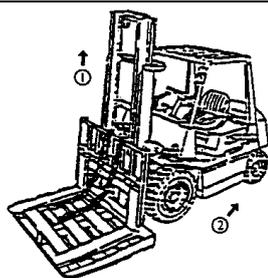

рисунок 8-8
- (1) Установите поддон вилы в поддон, поставьте его на ровной площадке.
- (2) Положите поддон на землю, а вилы поверх него.
- (3) Снимите верхний соединитель цепи.
- (4) Подъем внутренней мачты (рисунок 8-8 ①)
- (5) Убедитесь, что рама вил разведена с внешней мачтой, затем откатите вилочный погрузчик назад. (рис. 8-8 ②)
- (6) Замена главного ролика